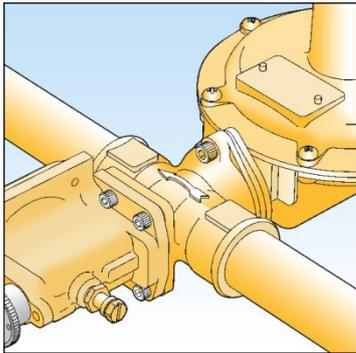

Fig. 1
6. A direção do fluxo de gás deve ser a mesma das flechas do corpo da reguladora. Veja Fig. 1.